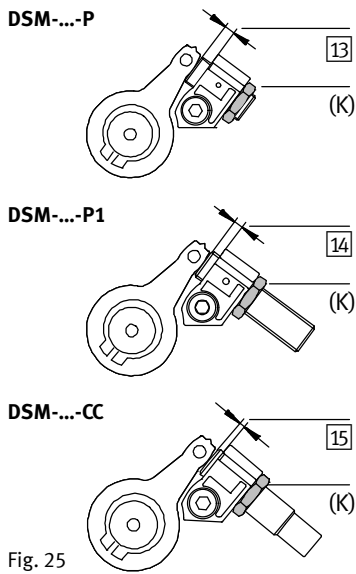

Fig. 25
- Отвинтите контргайки (К) (Fig. 25) амортизатора.